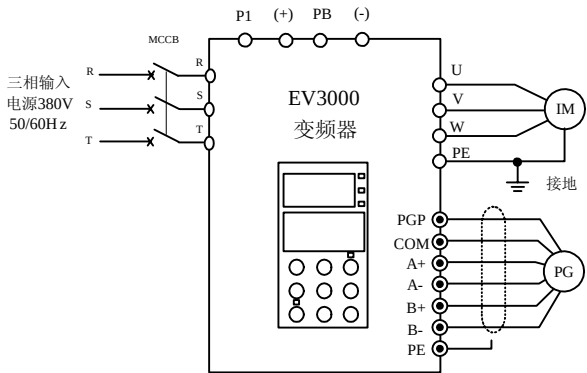

图 4-16 基本运行配线图 1
1) 按图 4-16 配线，检查接线正确后，合上 MCCB 开关，变频器上电；
1) 按图 4-16 配线, 检查接线正确后, 合上 MCCB 开关, 变频器上电;